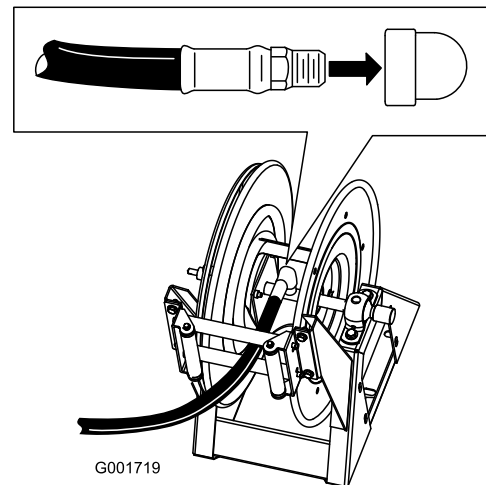

Figura 51
1. Aplique sellador de PTFE a las roscas del conector de manguera de la manguera larga, e instale el acoplamiento en el tubo de conexión del carrete (Figura 51).